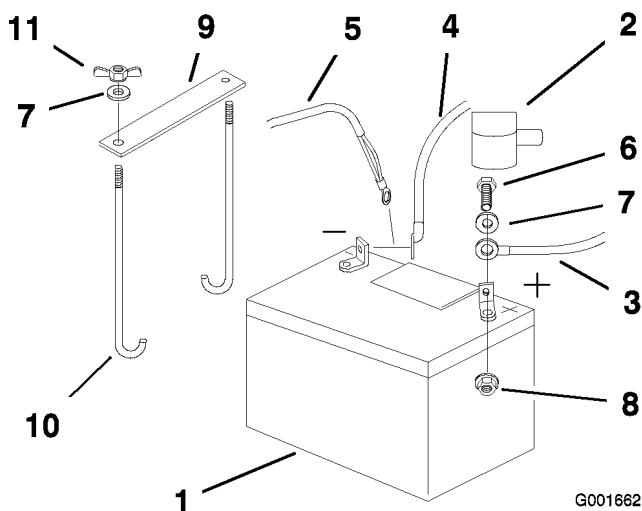

Figura 40
4. Primero desconecte el cable negativo de la batería y el cable de tierra del borne negativo (-) de la batería (Figura 40).
5. Retire la cubierta de goma roja del borne positivo (rojo) de la batería. Luego retire el cable positivo (rojo) de la batería (Figura 40).
- Retire ambas tuercas de orejeta (1/4 inch) que fijan la brida de la batería (Figura 40).
- Coloque la batería en la bandeja, con los bornes hacia el motor (Figura 40).
- Sujete los cables con 2 pernos (1/4 x 3/4 pulgadas), 2 arandelas (1/4 inch), y 2 contratuerca (1/4 inch) (Figura 40).
- Fije la batería con pernos en J, una brida de sujeción y 2 arandelas (1/4 inch), y 2 tuercas de orejeta (1/4 inch) (Figura 40).